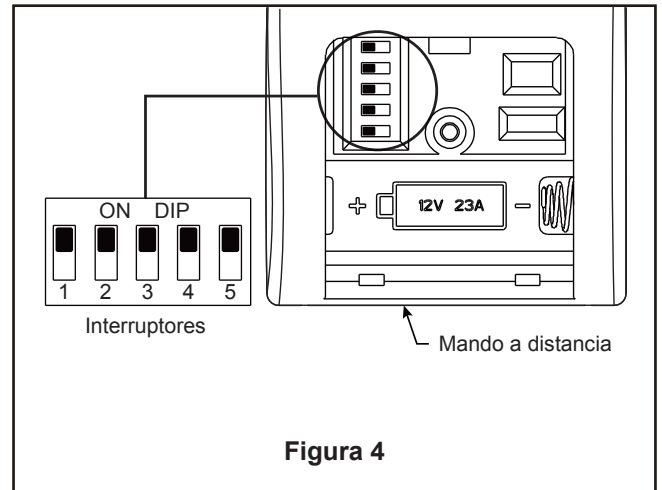

Figura 4
2. Levante cuidadosamente el ventilador y coloque el ensamble de la bola para colgar/varilla en la abrazadera para colgar que acaba de fijar a la caja de salida. Asegúrese de que la ranura de la bola esté alineada con la lengüeta de la abrazadera para colgar. (Figura 4)
3. Conecte los conductores verdes de la abrazadera para colgar, bola para colgar y conductor verde del suministro (puesta a tierra) con el conector de cables. Conecte el conductor negro de la unidad receptora marcado "AC IN L" al conductor negro de alimentación con el conector de cables. Conecte el conductor blanco de la unidad receptora marcado "AC IN N" al conductor blanco de alimentación con el conector de cables. Conecte el conductor blanco de la unidad receptora marcado "TO MOTOR N" al conductor blanco del ventilador con el conector de cables incluido con la unidad receptora. Conecte el conductor negro de la unidad receptora marcado "TO MOTOR L" al conductor negro del ventilador con el conector de cables que se adjunta con la unidad receptora. Finalmente, conecte el conductor azul de la unidad receptora al conductor azul de la iluminación del ventilador con el conector de cables que se adjunta con la unidad receptora. Encierre de forma segura el cable de alimentación rojo con el conector de cables. (Figura 4)
Instale la cubierta del cable del kit de iluminación en la ensamble de la placa de iluminación usando las dos ranuras con clave. Sustituya el tornillo extraído y fije bien los tres tornillos. (Figura 4)
4. Para configurar el código del mando a distancia a las mismas posiciones que en el receptor. Mueva los interruptores de código hasta colocar el código de selección en la posición arriba o abajo. Con un destornillador pequeño o con una lapicera (no se incluye) deslice firmemente hacia arriba o hacia abajo. (Figura 4)